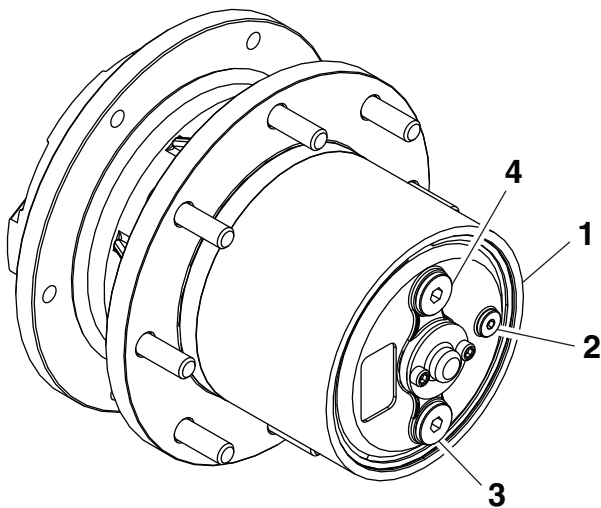

Figure 57
4. Déposez la roue et orientez le boîtier d'engrenages de manière à placer l'orifice de vidange en bas et l'orifice de remplissage en haut (Figure 57).
5. Placez un bac de vidange sous chaque orifice de contrôle (Figure 57).
Retirez le bouchon de vidange, le bouchon de contrôle et le bouchon de remplissage pour permettre à l'huile de se vidanger (Figure 57).
6. Remettez en place le bouchon de vidange et ajoutez de l'huile jusqu'à ce qu'elle ressorte par l'orifice de contrôle (Figure 57).